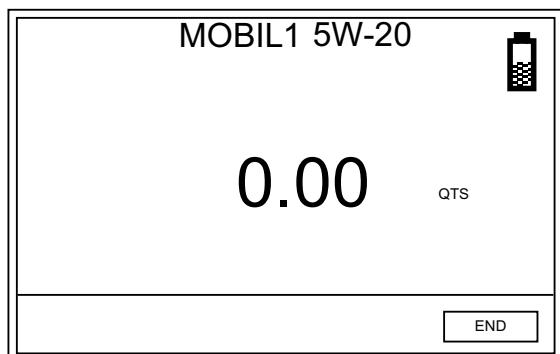

Рис. 31
4. Если выдача окончена, нажмите центральную кнопку «ENTER» [ВВОД] на панели навигации расходомера, чтобы выбрать поле «END» [ЗАВЕРШИТЬ] (Рис. 31).